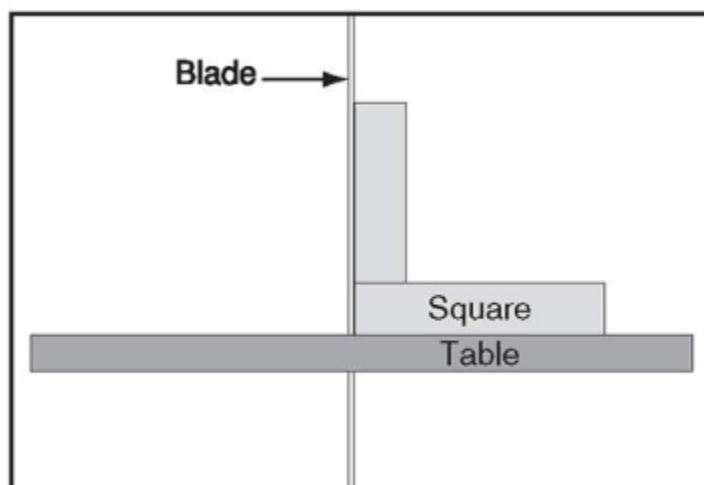

Рисунок 14. Используя угольник, установите стол перпендикулярно стороне лезвия.
7. Полностью приподнимите верхнюю направляющую пильного полотна, затем положите уголок плашмя на стол, сбоку от пильного полотна (см. рис. 14).